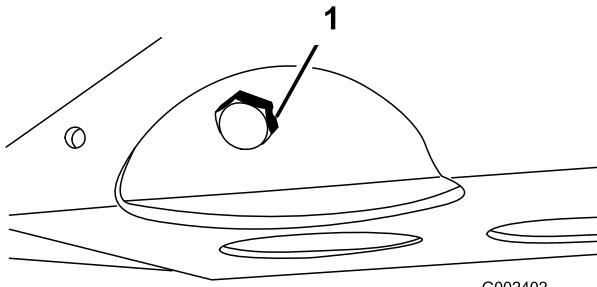

Figura 46
2. Retire el tapón de vaciado y deje fluir el aceite a un recipiente apropiado (Figura 46). Cuando el aceite deje de fluir, coloque el tapón de vaciado.